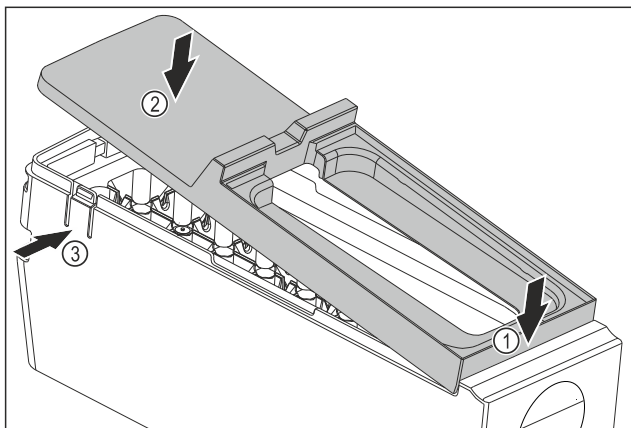

Fig. 139
- ▶ Montaż osłony korpusu EasyTwist-Ice: Osłonę założyć od przodu. Fig. 139 (1)
- ▶ Opuścić osłonę z tyłu. Fig. 139 (2)
- ▷ Osłona zatrzaskuje się słyszalnie w obu nakładkach Fig. 139 (3).